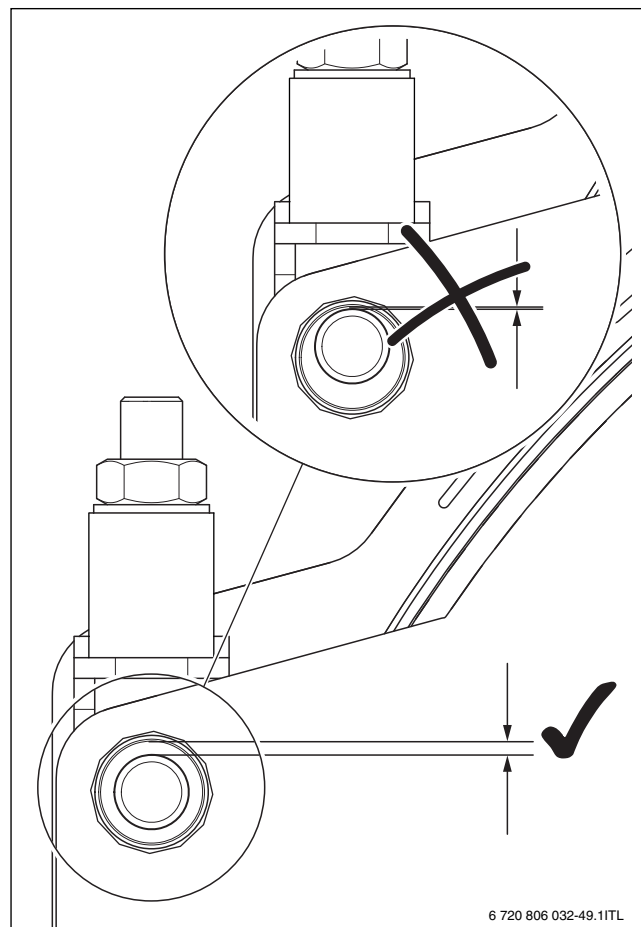

Рис. 18 Положение двери горелки и оси шарнира
- ▶ Левая сторона: опустите шарниры, отвернув гайку [2] на 2 - 3 оборота. Дверь больше не может лежать на осях шарнира двери [4] (→ рис. 18). Правая сторона: поверните стопорную гайку [3] на 2 - 3 оборота в направлении двери горелки. Таким образом дверь сдвигается от котла. Между дверью горелки и котлом должен быть зазор не менее 5 мм, чтобы не повредились уплотнения.